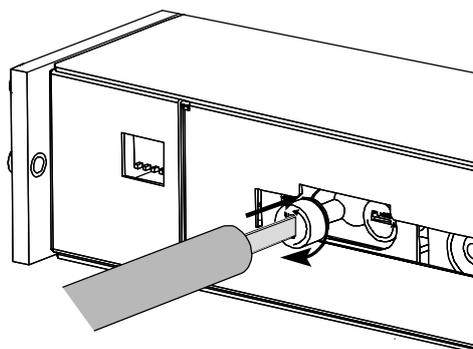
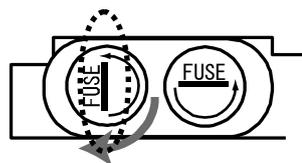

図 7-4
図 7-5
6. ヒューズホルダを取付ける際はマイナスドライバーを使用し、ヒューズホルダのドライバー差込箇所(図7-5点線部)が、本体と垂直(図7-4参照)方向になるようにし、奥に押し込みながら、右方向に90度回転させます。